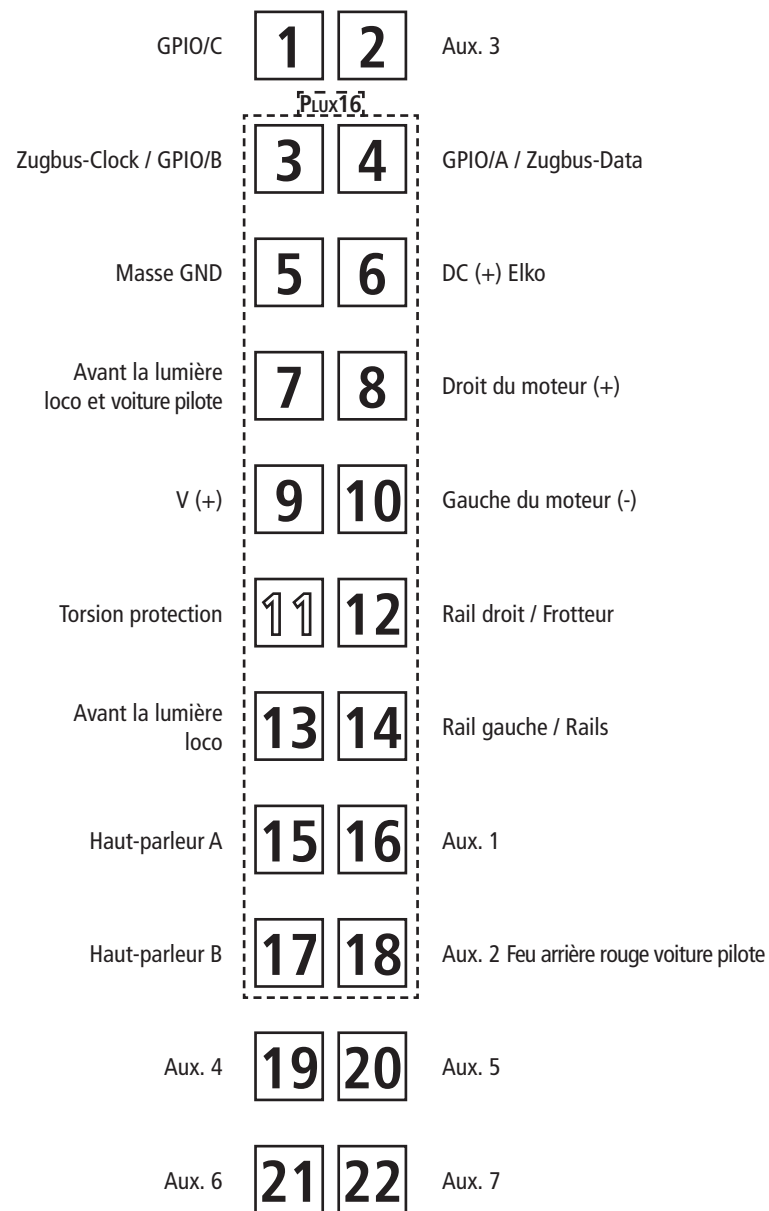
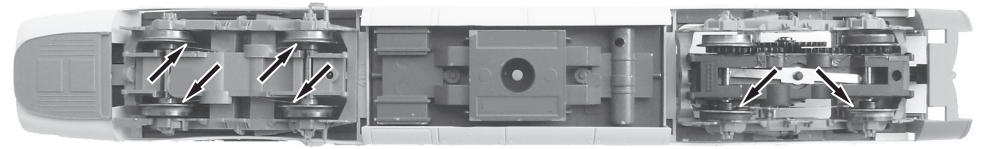
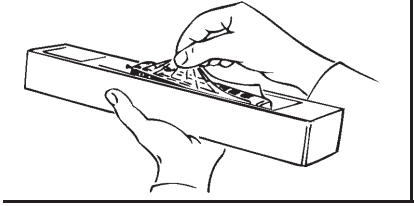

Fig. 4
Fig. 5
Fig. 2
2. Schmierung: Versehen Sie die im Schmierplan in Fig. 4 gekennzeichneten Stellen mit nur **kleinen Öltröpfen**. Dazu zuerst das Lokgehäuse abnehmen (Fig. 2). Wir empfehlen den **ROCO Öler Art.-Nr. 10906**. Fürs Schmieren der Getriebeteile (Zahnräder, Schnecke) empfehlen wir das **ROCO-Spezialfett Art.-Nr. 10905**. Im Falle der Schmierung diese Teile **nicht ölen**.
Mehrzugbetrieb: Zuerst Lokgehäuse abnehmen (Fig. 2). Danach den Brückenstecker aus der Schnittstelle entfernen (diesen sorgsam aufbewahren). Danach den Stecker des Steuerbausteins lagerichtig einsetzen (siehe Fig. 5).
4. Motorwechsel: Lokgehäuse abnehmen (Fig. 2). Der Motor ist im hinteren Drehgestell des Triebkopfes eingebaut. Drehgestell am Mittelsteg zusammendrücken und aus Führung nach unten herausziehen (Fig. 3).
2. Lubrication: Apply **tiny oil drops** to spots marked in fig. 4. Prior to lubrication dismantle locomotive (fig. 2). We recommend using item no. **10906, Roco oiler**. For lubrication the gearparts (e.g. cogwheels, worm) we would recommend our Roco **special grease** (item no. **10905**).
Remove the jumper from the interface. Finally put the plug of the chip into the interface as shown in fig. 5.
4. Motor Changing: First remove loco body (fig. 2). The motor is mounted on the rear bogie of the driving coach. Press the centre of the bogie sides together and gently pull downwards out of the body (fig. 3).
2. Graissage: N'appliquez **qu'une toute petite goutte** aux endroits indiqués par le plan de graissage (fig. 4) après avoir démonté la caisse de la locomotive (fig. 2). Nous vous recommandons **le graisseur à huile Roco réf. 10906**. Pour graisser les engrenages (roues dentées, vis sans fin) nous vous conseillons la **graisse spéciale Roco réf. 10905** pour engrenages en matières synthétiques. Lorsque vous utilisez cette graisse il faut éviter d'huiler ces composants.
Enlevez la fiche de shuntage de l'interface (à conserver!) et enfichez finalement la fiche du module de télécommande aux prises de l'interface. Veuillez à la position correcte de la fiche (voir fig. 5).
4. Remplacement du moteur: Démontez la caisse (voir fig. 2). Le moteur est placé sur le bogie arrière de la motrice. Presser légèrement le châssis du bogie et retirer l'ensemble par le bas (fig. 3).